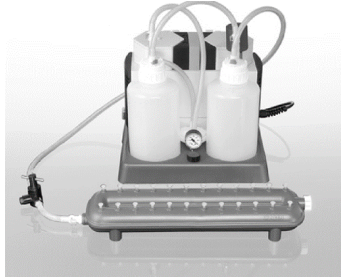

図 2. QIAvac 24 Plus、QIAvac Connecting System、Vacuum Pump
したら破棄します。大量の溶液を使用するため、QIAvac Connecting System（または廃棄ボトルを備えた同様のセットアップ）が必要です（図 2 参照）。
- 真空圧は、真空マニホールド内部と大気との差圧（標準大気圧は 1013 mbar または 760 mm Hg）であり、QIAvac Connecting System を使用して測定できます（図 2 参照）。本プロトコールでは、-800~-900 mbar の真空を作り出せる真空ポンプが必要です（QIAGEN Vacuum Pump など）。これ以上の真空圧は避けてください。推奨値より低い真空圧を使用すると、核酸の収量と純度が低下し、膜が詰まるリスクが高まります。